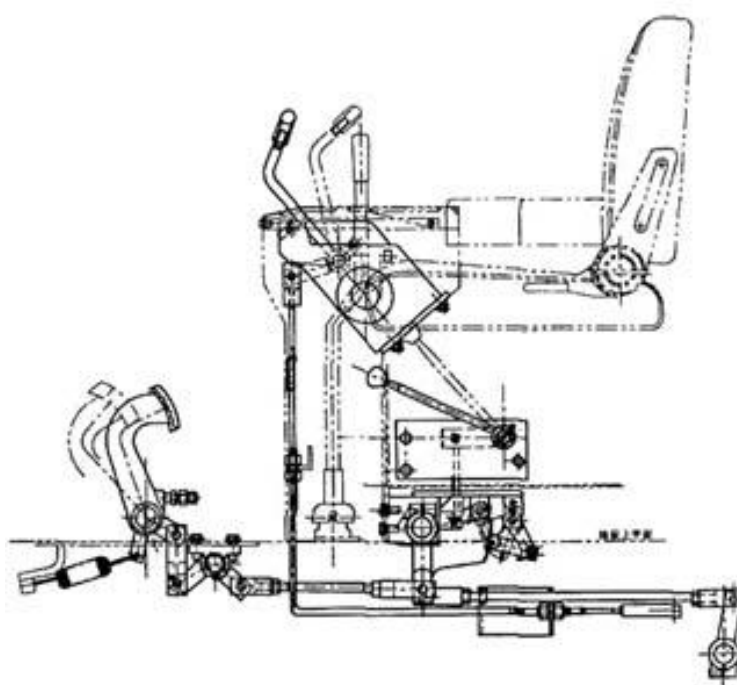

Рис. 5-38
2. Управление рулевым механизмом (Рис. 5-38)